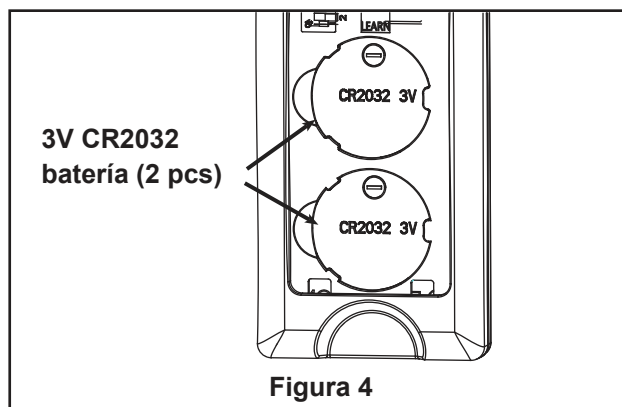

Figura 4
- ☐ 3. Con cuidado, levante el ventilador y apoye la unidad del barral/de la semiesfera en el soporte de suspensión que acaba de fijar a la caja de conexiones. (Figura 4) Asegúrese de que la ranura en la semiesfera esté alineada con el reborde del soporte de suspensión. (Figura 3)
3. Realice las conexiones de cables al bloque del terminal como se muestra en la Figura 4.
Instale la cubierta del cable del kit de iluminación en la ensamble de la placa de iluminación usando las dos ranuras con clave. Sustituya el tornillo extraído y fije bien los tres tornillos. (Figura 4)
- ☐ 4. Para que el ventilador sea funcional, instale las pilas (incluidas) de 3V CR2032 en el transmisor del mando a distancia. Mientras el ventilador esté apagado. A continuación, siga el proceso de fijación remota de código. Si no se utiliza el ventilador durante un largo periodo de tiempo, extraiga la batería para evitar cualquier daño al transmisor. Almacene el mando a distancia en un lugar alejado del calor o la humedad excesiva. (Figura 4)
- ☐ 4. Después de crear la cuenta fanSync de Fanimation, puede añadir sus ventiladores en la aplicación. (Figura 4)